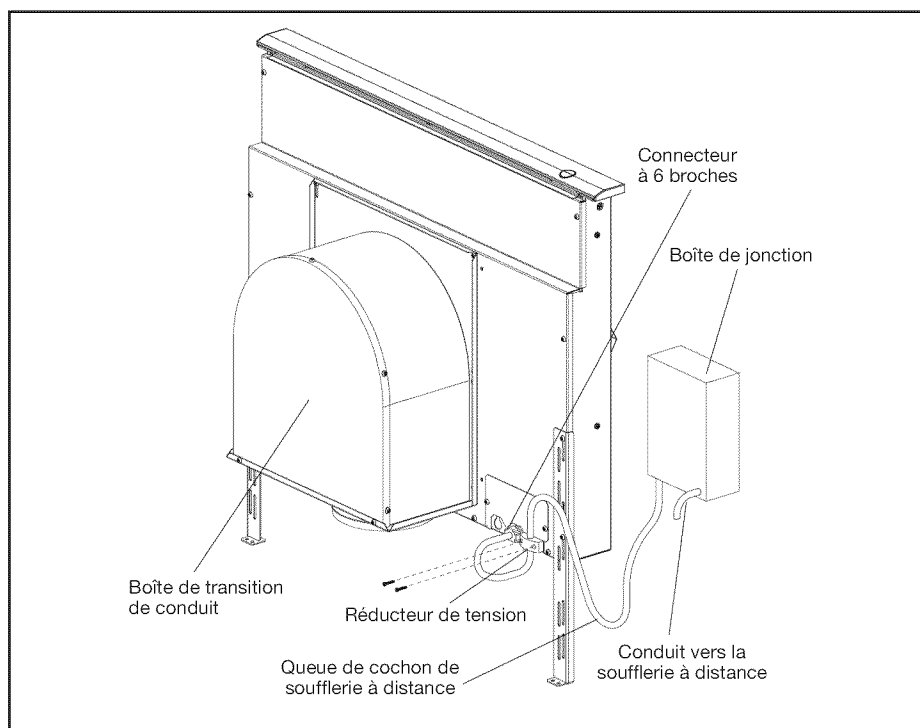

Fig. 10 – Soufflerie à distance
Soufflerie à distance ou en conduite (voir figures 10 et 11 pour plus de détails) :
- A. Retirer le couvercle de la boîte de jonction et brancher le conduit avec 5 fils depuis la soufflerie à distance. Brancher les fils selon le diagramme de câblage, figure 10. Remettre le couvercle de la boîte de jonction.